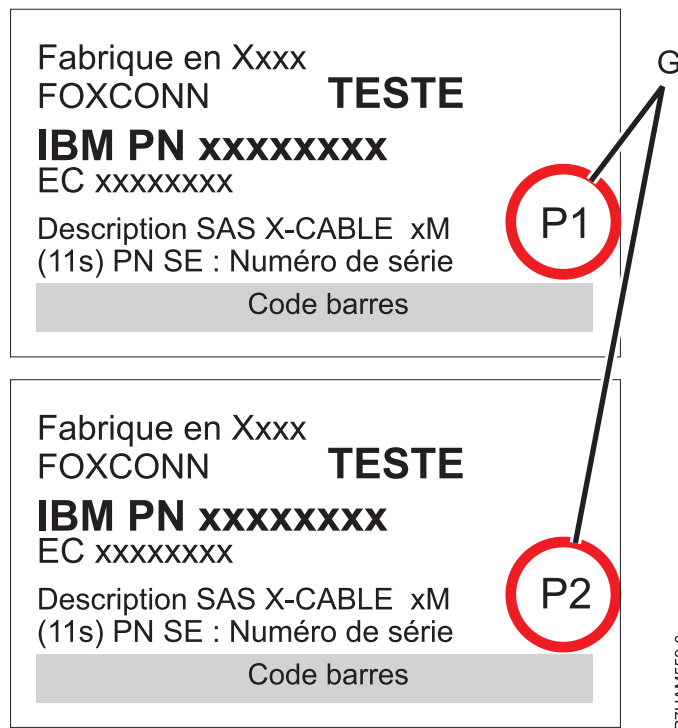

Figure 44. Etiquettes des câbles d'adaptateur SAS avec les identificateurs P1 et P2
- Le câble qui se branche sur l'adaptateur SAS indépendant 1 (C) comporte une étiquette avec l'identificateur P1 (G), comme illustré à la figure 44, à la page 81. Cet adaptateur n'accède à aucun autre adaptateur indépendant et accède uniquement aux baies d'unité D1 à D6.
- Le câble qui se branche sur l'adaptateur SAS indépendant 2 (D) comporte une étiquette avec l'identificateur P2 (G), comme illustré à la figure 44, à la page 81. Cet adaptateur n'accède à aucun autre adaptateur indépendant et accède uniquement aux baies d'unité D7 à D12.
- Le câble qui se branche sur l'adaptateur SAS indépendant 3 (E) comporte une étiquette avec l'identificateur P1 (G), comme illustré à la figure 44, à la page 81. Cet adaptateur n'accède à aucun autre adaptateur indépendant et accède uniquement aux baies d'unité D13 à D18.
- Le câble qui se branche sur l'adaptateur SAS indépendant 4 (F) comporte une étiquette avec l'identificateur P2 (G), comme illustré à la figure 44, à la page 81. Cet adaptateur n'accède à aucun autre adaptateur indépendant et accède uniquement aux baies d'unité D19 à D24.